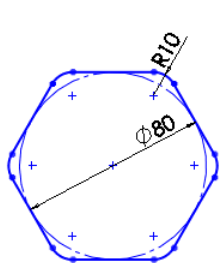
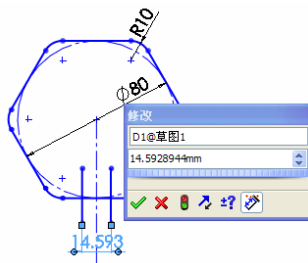

图 7-58 绘制六边形
图 7-59 绘制两条竖直直线
(1) 绘制第一个草图。在左侧的“FeatureMannger 设计树”中选择“上视基准面”作为绘图基准面，然后单击“草图”工具栏中的“多边形”按钮 $\square$ ，或执行“工具”→“草图绘制实体”→“多边形”菜单命令，绘制一个六边形。标注六边形内接圆直径值为 80。将六边形尖角进行圆角，半径值为 10，如图 7-58 所示。绘制一条竖直的构造线，然后绘制两条与构造线平行的直线，单击“尺寸/几何关系”工具栏中的“添加几何关系”按钮 $\perp$ ，选择两条竖直直线和构造线添加“对称”几何关系，然后标注两条竖直直线距离值为 0.1，如图 7-59 所示。